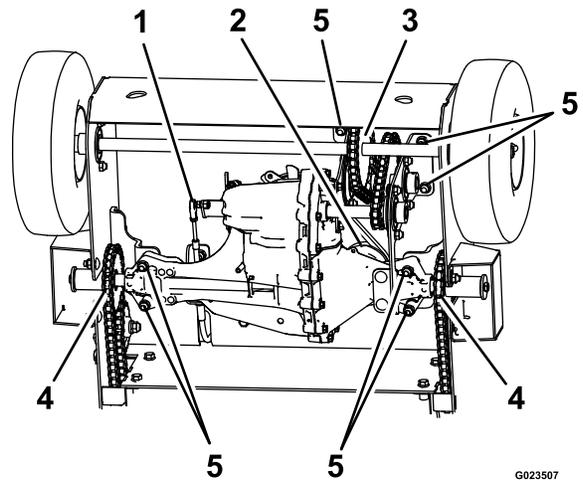

Figura 31
6. Retire la transmisión de la máquina (Figura 31).